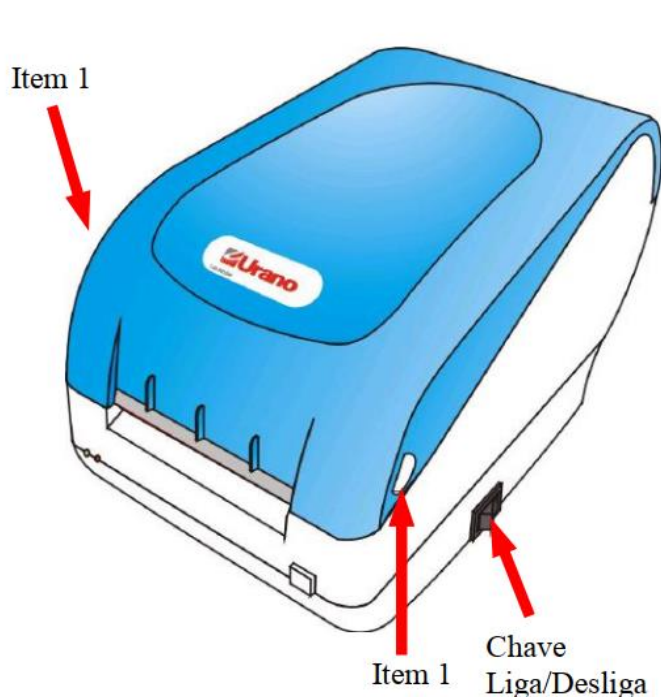
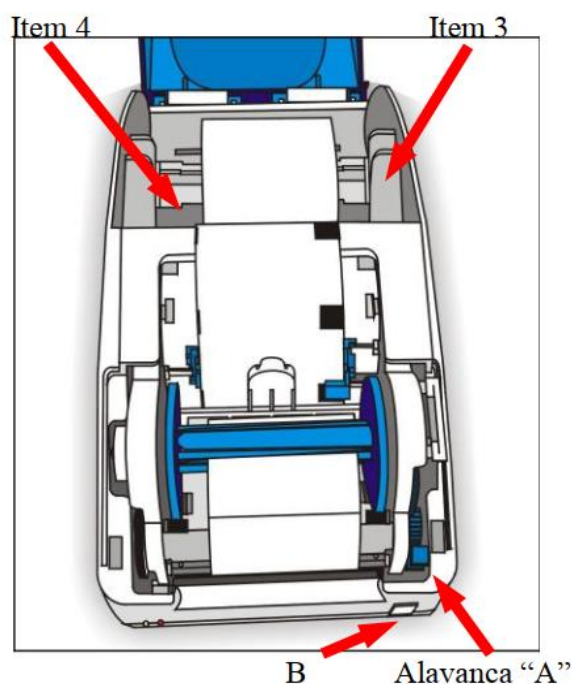
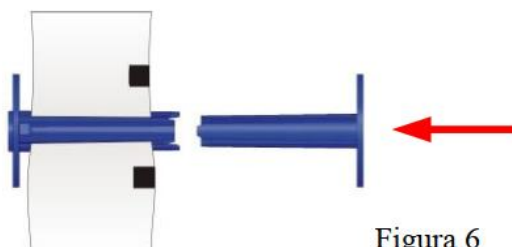

Figura 4
Figura 5
Figura 6
- 1) Abra a tampa superior da impressora para a colocação do rolo de etiquetas, pressionando os botões que se encontram nos cantos da tampa, conforme item 1 da figura 4.
- 3) Coloque a nova bobina no suporte da bobina de papel, item 4 da figura 5, passando o suporte no centro da bobina de papel.
- 4) Coloque o suporte com a nova bobina no compartimento da bobina do papel, item 3 da figura 5.
- 5) Introduza o papel na parte traseira do mecanismo, até sair pela frente do mesmo. Para este procedimento, certifique-se que a alavanca esteja liberada (alavanca "A" para cima). Prenda a ponta o papel no rolo rebobinador, figura 6, colocando-o entre os fixadores do rolo, enrole a sobra de papel girando o suporte com as mãos, recoloque-o no mecanismo e trave a alavanca, empurrando-a para baixo. Pressione e solte o botão "B" de avanço "figura 5", até esticar o papel.
Para trocar o rolo de etiquetas será necessário remover o liner usado na impressora. Para isso, abra a caixa da impressora pressionando os botões da lateral do equipamento, item 1 da figura 4. Solte a alavanca “A” (figura 5) movimentando-a para cima. Retire o rolo rebobinador da impressora, desencaixando-o para remover o liner usado. Após este procedimento, siga os passos do item 1.6 “*Colocação do rolo de etiquetas*”.